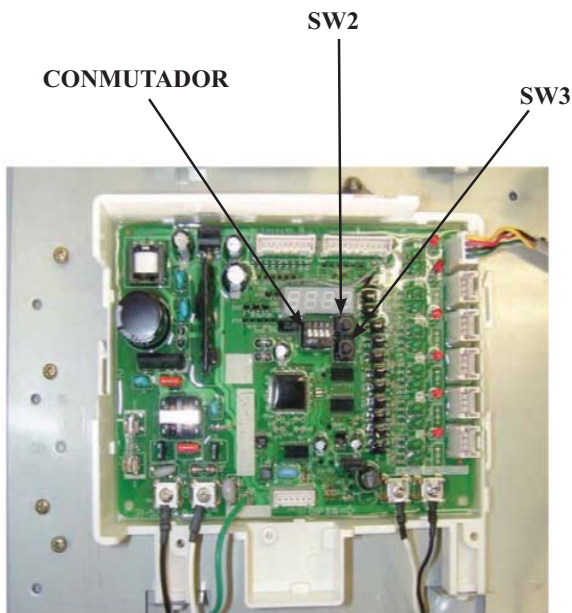

Figura 15
- 2 Cambie la posición del CONMUTADOR N.º 1 de la PCB de comunicación principal a la posición “ON” (ENCENDIDO). NO modifique la posición de ningún otro CONMUTADOR. Vea la figura 15 para conocer la ubicación del CONMUTADOR y de los botones.